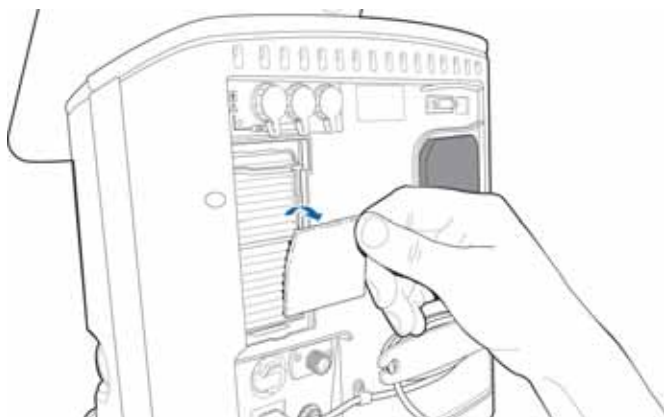

Рисунок 10-2. Извлечение впускных воздушных фильтров
5. Установите новые впускные воздушные фильтры-пылеотделители (рис. 10-2) или промойте уже используемые слабым мыльным раствором, после чего ополосните, просушите и установите на место.